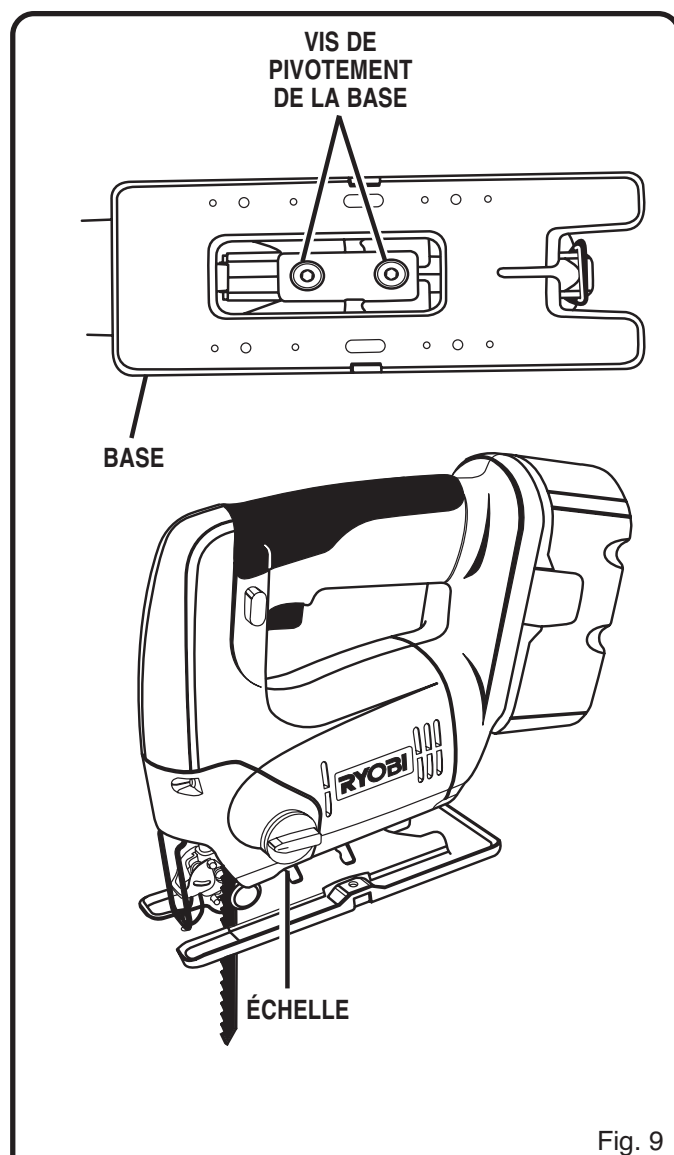

Fig. 9
Voir la figure 9.
- À l'aide de la clé hexagonale de 1/8 po fournie, desserrer les vis de pivotement de la base et faire glisser cette dernière vers l'avant. Voir la figure 9.